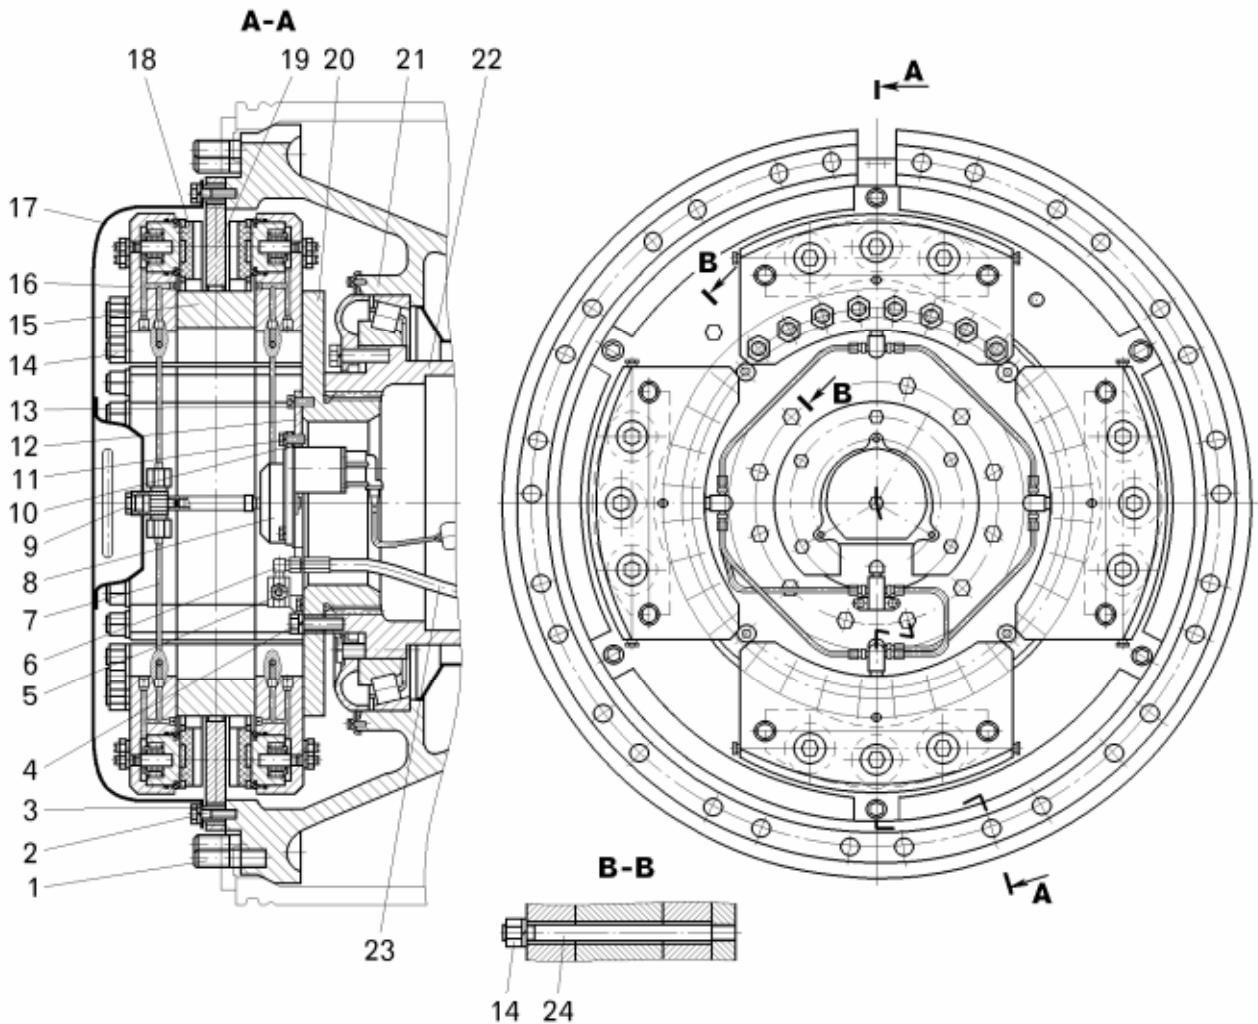

Рисунок 10.1 – Тормозной механизм передних колес:
Тормозные механизмы передних колес - однодисковые, сухого трения с гидравлическим приводом. Суппорт тормозного механизма 20 (рисунок 10.1) установлен на цапфе поворотного кулака 22 на шлицах и прикреплен к нему болтами.
- отвернуть болты 2 (рисунок 10.1) и снять защитный диск 17;
- вставить суппорт 20 (смотри рисунок 10.1) в сборе со шпильками 24 в цапфу поворотного кулака 22 и закрепить болтами 4;